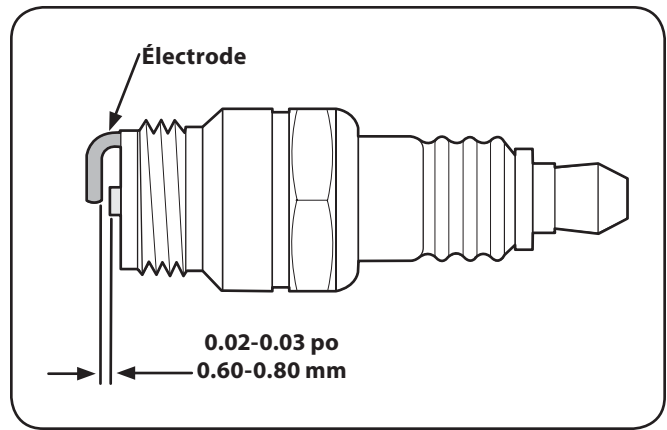

Figure 6-4
3. Mesurez l'écartement de la bougie avec une jauge d'écartement. Ajustez au besoin en pliant l'électrode de côté. Voir la Figure 6-4. L'écartement doit mesurer entre 0,020 et 0,030 po (0,60 et 0,80 mm).